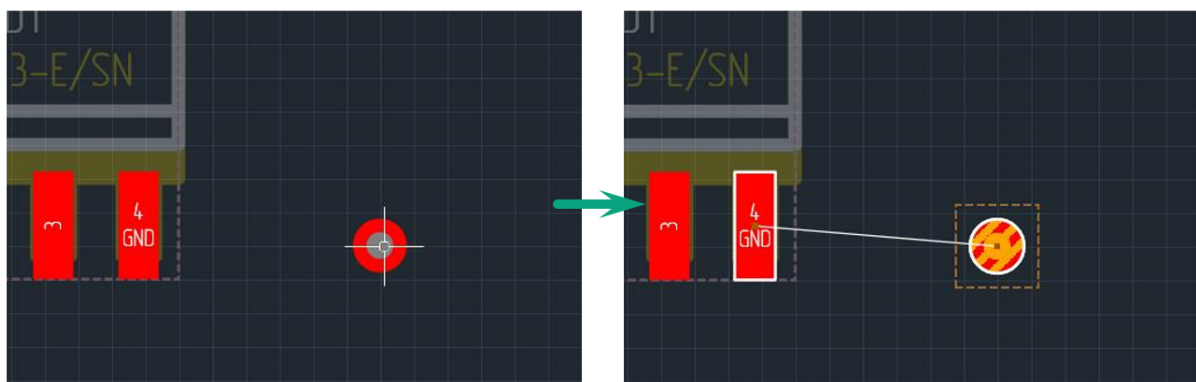

Рис. 179 Переходное отверстие размещено
3. Переведите курсор в нужную точку рабочей области редактора и нажмите левую кнопку мыши. Переходное отверстие будет размещено в указанной точке, см. Рис. 179.